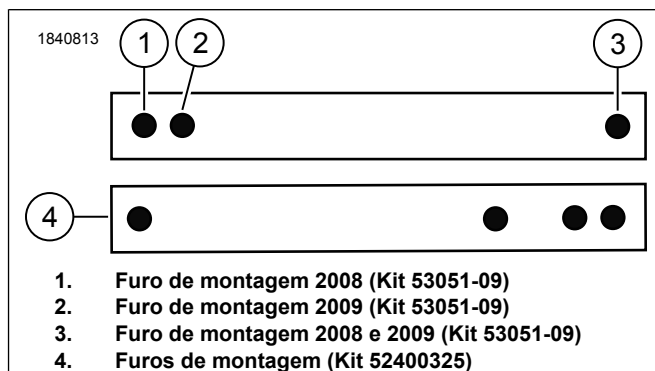

Figura 6. Tira de apoio
1. Veja a figura 6. Instale a alça de segurança (2) nos prisioneiros.
- a. Prenda a alça de segurança nos prisioneiros (F) com as porcas (E). Aperte.
- a. Veja a figura 6. Use os furos de montagem da alça de segurança.